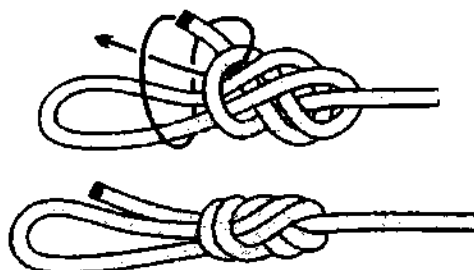

Рис. 252. 1-й способ вязки **римской восьмёрки** с использованием ходового конца. Узел вяжется из **восьмёрки одно-сторонней**.
**Римская восьмёрка** – это усиленная **восьмёрка одно-сторонняя** (рис. 252). После завязывания узел необходимо расправить и затянуть. Узел крепкий и безопасный, не ползёт, не сильно ослабляет трос и легко развязывается. **Римская восьмёрка** используется альпинистами при организации закреплений.